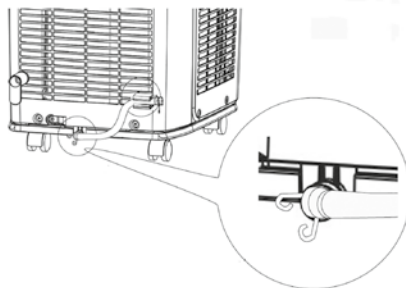

Abbildung 20
- 2 Schließen Sie den mitgelieferten Schlauch J (siehe Abbildung 1) an der Stelle der Gummikappe an (siehe Abbildung 20) und sichern Sie den Schlauch mit Schlauchklemme I.